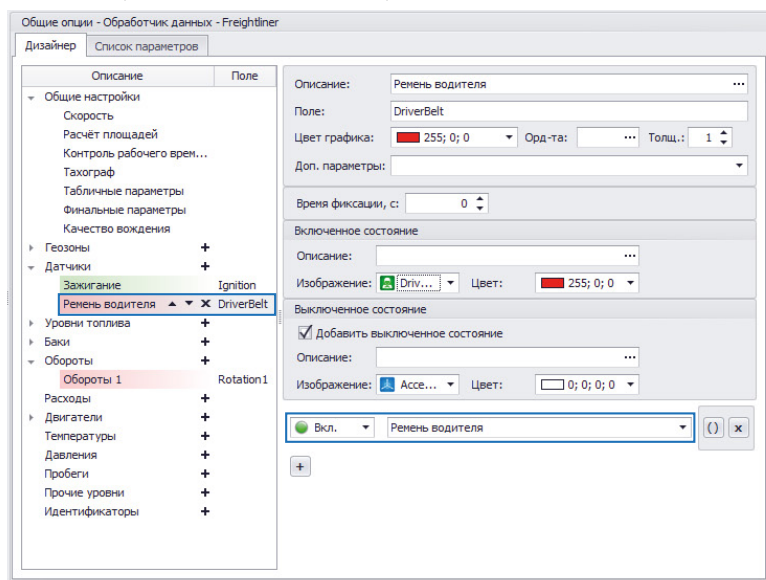

Рис.203. Датчик ремня безопасности водителя.
- В настройках нового датчика выбрать состояние «Вкл.», затем в выпадающем списке выбрать параметр «Ремень водителя» (**Рис.203**). При такой настройке состояние ремня безопасности водителя считывается с шины CAN транспортного средства. Предполагается, что контроллер «АвтоГРАФ» настроен на запись статусов ремней безопасности ТС с шины CAN, а также корректно подключен к шине CAN транспортного средства. При другом способе подключения контроллера «АвтоГРАФ» к датчику ремня безопасности водителя необходимо выполнить настройку виртуального датчика соответственно этому способу подключения.